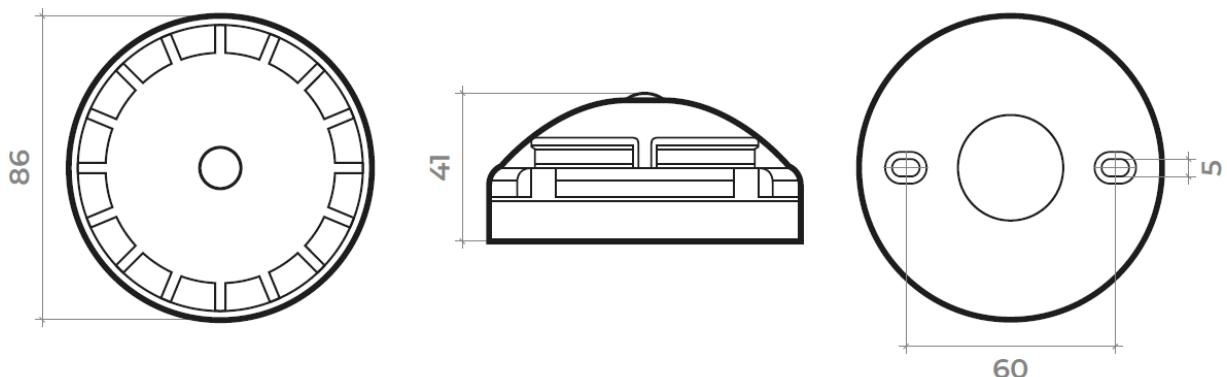
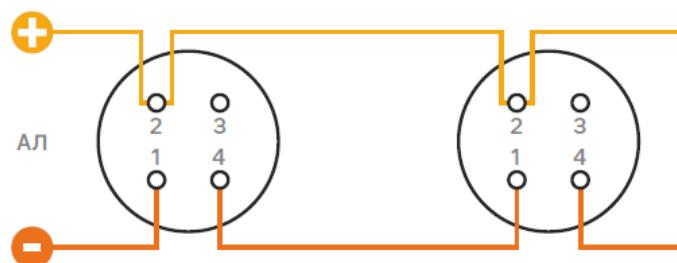

Рис.1. Габаритные и установочные размеры извещателя.
Рис.2. Схема включения извещателя в адресную линию АПКП.
2.1.2. Установить базы извещателей согласно проекту. Габаритные и установочные размеры извещателя показаны на рис.1, схема подключения – на рис.2.